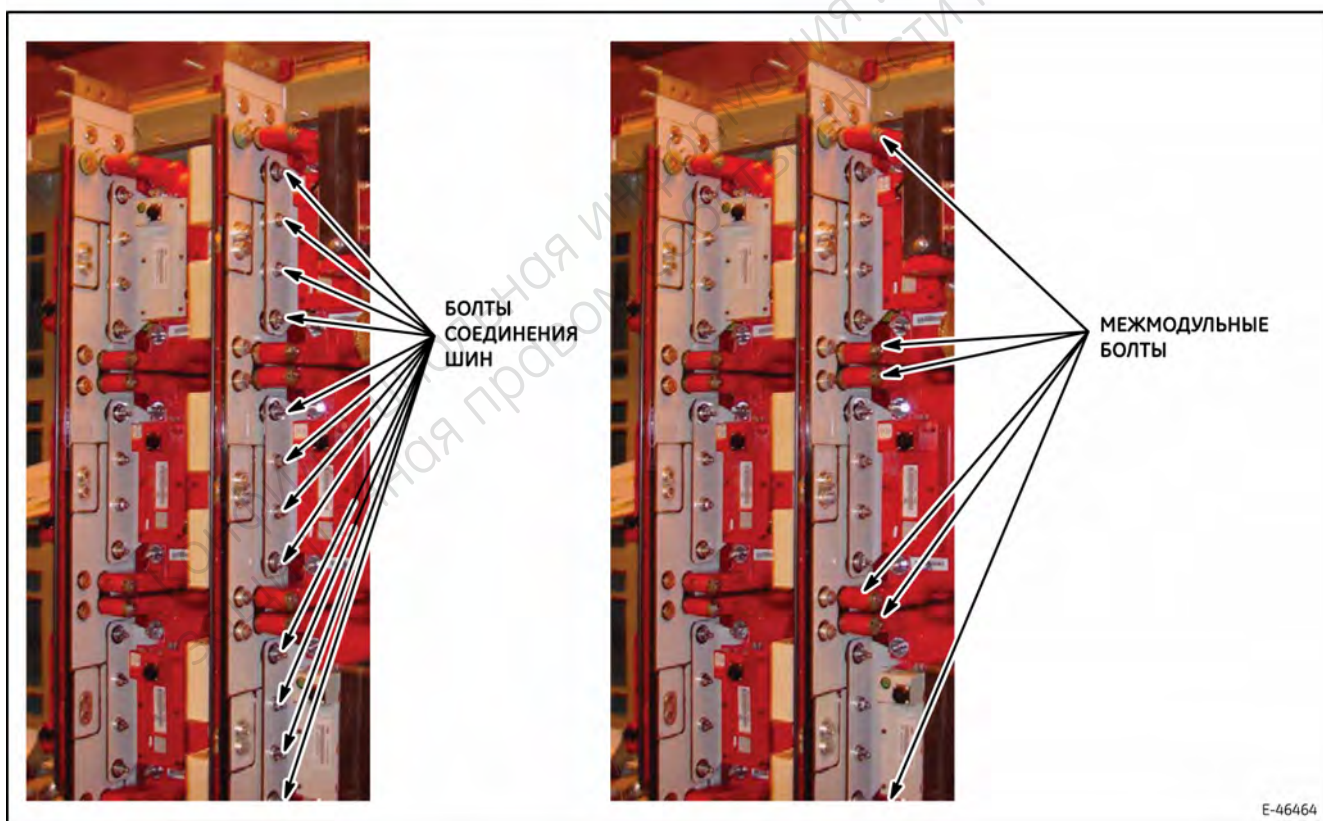

Рис. 35. Удаление элементов с изолированной вертикальной шиной.
7. Ослабьте все болты соединений между шинами и модулями (рис. 35).